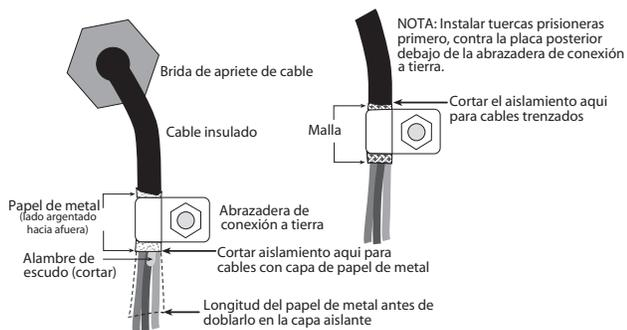

Figura 2-1. Conexión de la abrazadera para cables con papel de metal o escudo de malla
- Para cables con escudos de papel de metal, quiten el aislamiento y el papel de metal para una media pulgada (15 mm) más allá de la abrazadera de conexión a tierra (vean la Figura 2-1). Doblen el papel de metal hacia atrás sobre el cable donde el cable pasa por la
- Para cables con escudo de malla de metal, quiten el aislamiento y el escudo de malla desde un punto un poco más allá de la abrazadera de puesta a tierra. Quiten otra media pulgada (15 mm) de *solo* el aislamiento para dejar descubierta la malla donde el cable pasa por la abrazadera (vean la Figura 2-1).
- Encaminen los cables desnudos por las bridas de apriete y abrazaderas. Asegurar que los escudos estén en contacto con las abrazaderas de puesta a tierra como mostrado en la Figura 2-1. Aprieten las tuercas de las abrazaderas.